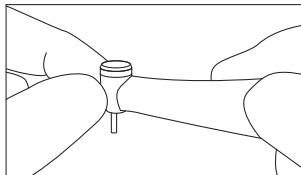

Abb.5
- 5) Nachdem das Instrument zum Stillstand gekommen ist, berühren Sie bitte den Kopf des Instruments um sich zu versichern, dass keine abnorme Erhitzung (Abb. 5) vorliegt.